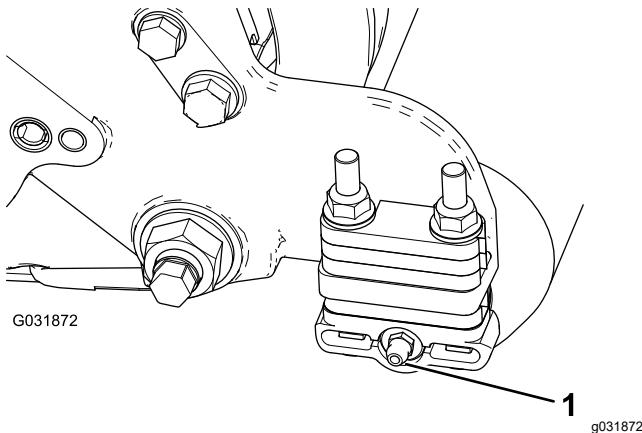

Bild 7
1. Nehmen Sie die Schmiernippel für die Rolle von der Seite des Mähwerks ab, an der das Rollenbürstengehäuse montiert ist (Bild 7).